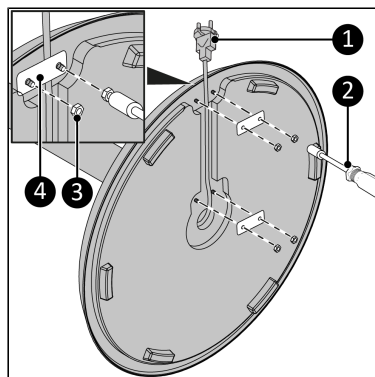

Figure 49.
10. Desserrez les quatre écrous M4 préassemblés (Figure 49, pos. 3) à l'aide d'une clé (taille 7) (Figure 49, pos. 2).
11. Retirez les deux fixations en plastique (Figure 49, pos. 4).
12. Placez le cordon d'alimentation (Figure 49, pos. 1) dans le logement.